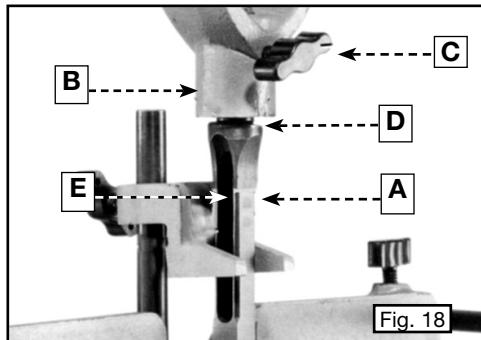
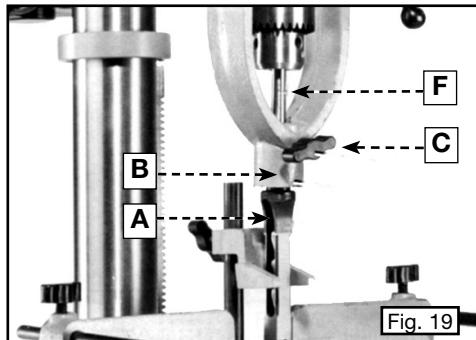

Fig. 18
Fig. 19
1. Coloque el cincel (A) Fig. 18, en el soporte para cincel (B) de manera que la cara superior (D) se encuentre aproximadamente 0,78 mm (1/32") por debajo del borde inferior del soporte para cincel (B). Asegúrese de que la ranura del extractor de astillas (E) mire hacia la derecha o izquierda de la prensa de taladro para poder eliminar las astillas, la acumulación de calor excesivo, y para prolongar la vida útil del cincel y la broca.
2. Ajuste el tornillo de ajuste manual (C).
3. Empuje la broca (F) Fig. 19 hacia arriba a través del cincel (A) hasta donde sea posible y ajuste el portabrocas de la prensa para taladro.
4. Afloje el tornillo de ajuste manual (C) Fig. 19, y levante el cincel (A) hacia el borde inferior del soporte para cincel (B).
5. Ajuste el tornillo de ajuste manual (C).